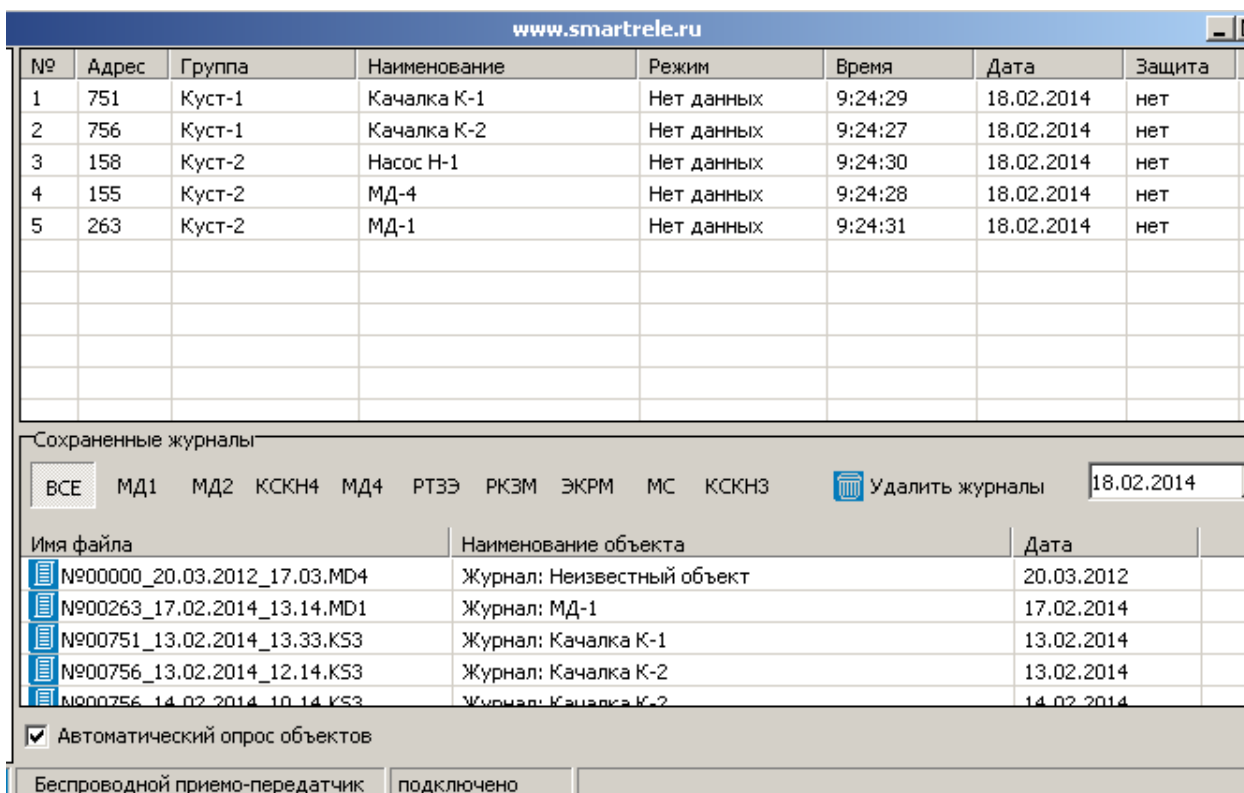

Рисунок 10 –запуск автоматического опроса электроустановок
5.3.5 Установка флага «Автоматический опрос объектов» запускает периодический (Интервал 0.5 сек.) последовательный запрос режима работы добавленных в правое поле объектов (Рис. 10).